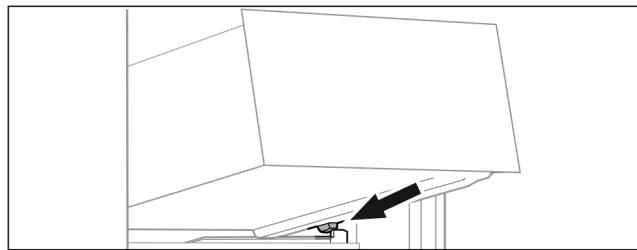

Fig. 59
- Schubfach schräg hinter den Stopfern auf Behälterrippe aufsetzen. (siehe Fig. 59)